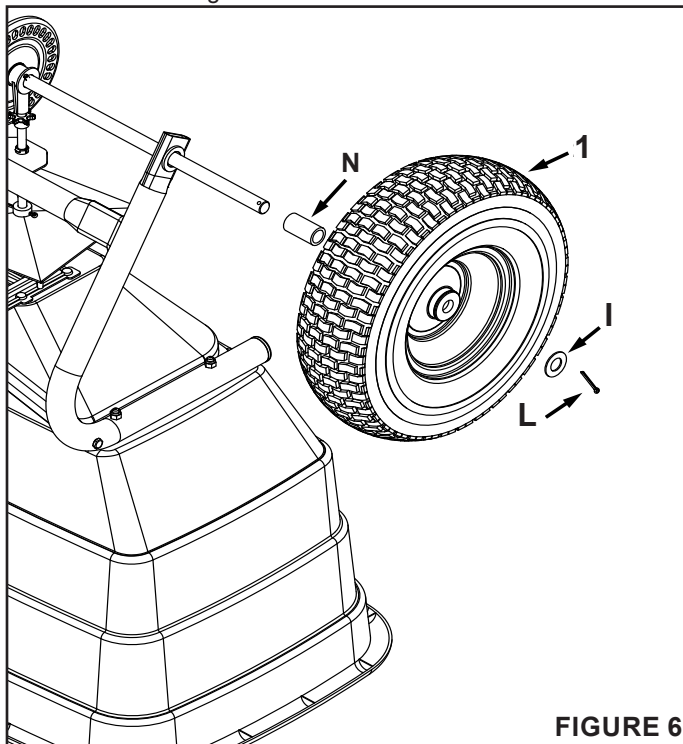

FIGURE 6
ÉTAPE 6 : (VOIR FIGURE 6)
- Fixez une roue du côté droit de l'essieu en glissant une entretoise (N) sur l'essieu, suivie d'une roue (1) et d'une grande rondelle (I). Fixez le tout à l'aide d'une petite goupille fendue (L) insérée dans le trou à l'extrémité de l'essieu. Repliez les extrémités de la goupille autour de l'essieu. Voir figure 6.